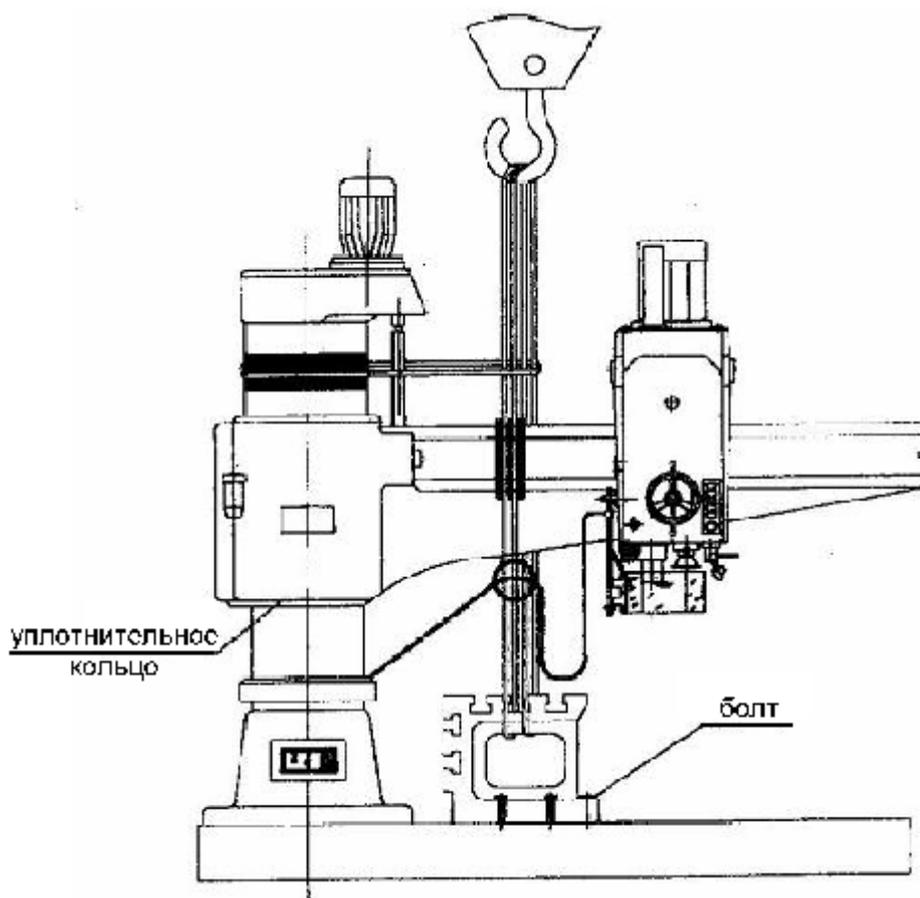

Рис. 2.2
## 2.2. Подъем станка (рис. 2.2)
1. Неверным будет положение, когда кольцевой уплотнитель неверно установлен на консоли и когда неверно отрегулирован задний кожух; при установке станка следует обратить внимание на данные моменты (рис. 2.2).